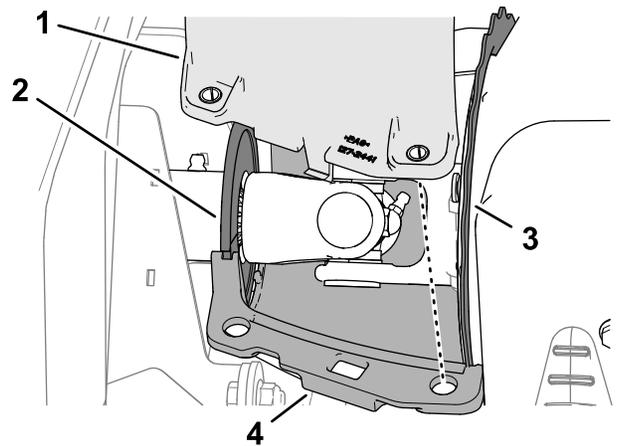

Figura 67
1. Alinhe as ranhuras nos resguardos superior e inferior de ar de arrefecimento do gerador com o vedante do veio de transmissão e a flange da cobertura do gerador (Figura 67).